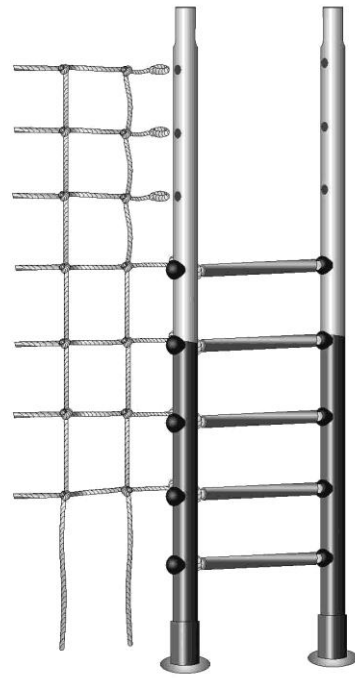

Рис.2
6.2.4. Пять ступенек лестницы с сеткой соединить со второй стойкой лестницы. Рисунок 2.